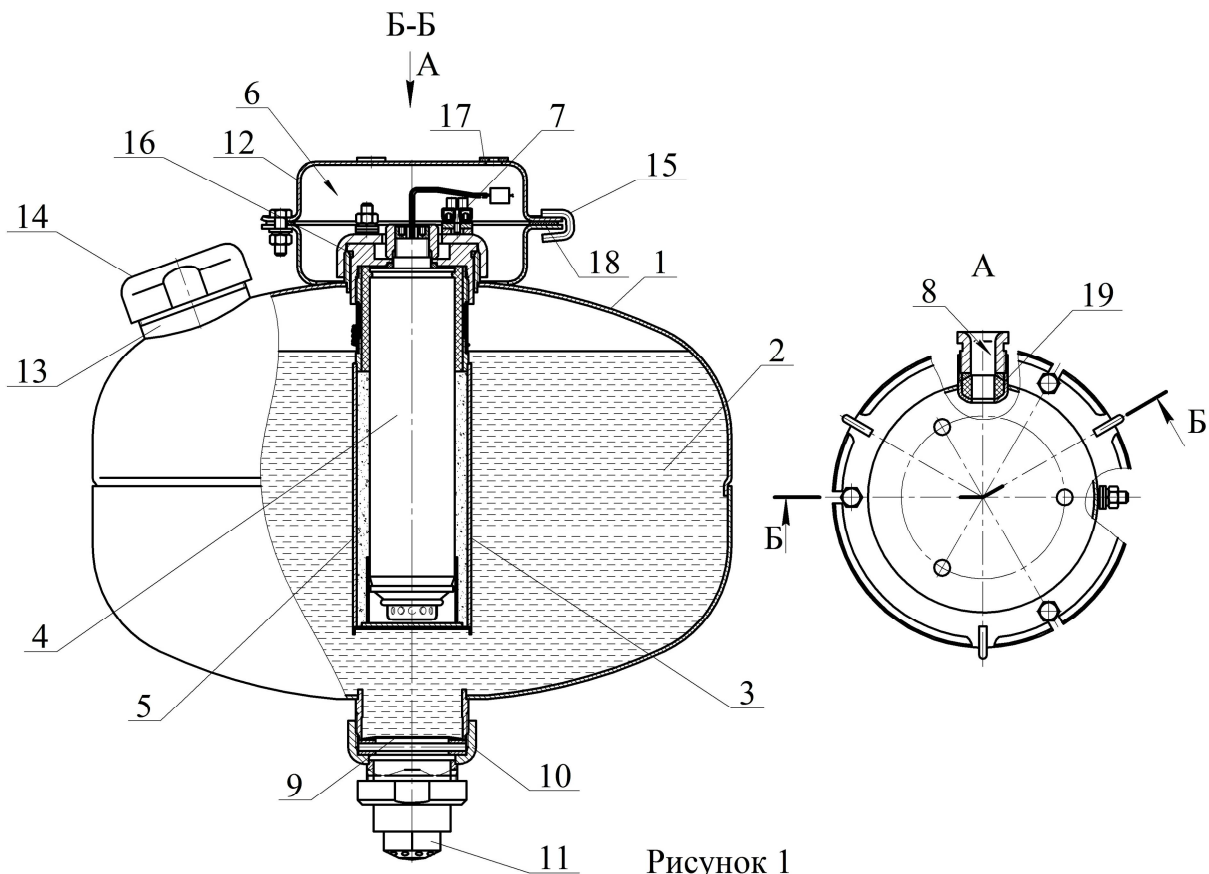

Рисунок 1
1.4.1.1 МУПТВ (см. рисунок 1) состоит из корпуса **1**, заправленного жидким ОТВ **2**, в котором размещено газогенерирующее устройство **3**. В герметичный корпус газогенерирующего устройства со степенью защиты IP68 установлен ИХГ **4** с элементом электропусковым. Зазор между ИХГ корпусом газогенерирующего устройства заполнен пористым искрогасящим материалом **5**.
2.1.3 Закрепить кронштейн **12** (см. рисунок 1) на потолке. Координаты отверстий в кронштейне приведены на рисунке 3.
2.1.5.1 Залить в отверстие верхней горловины **13** (см. рисунок 1) воды по ГОСТ 6709-72, СанПиН 2.1.4.1074-01 (температура воды должна быть плюс (15...25)°С) объемом $12,15^{+0,2}$ дм³. Открыть упаковку с жидкой добавкой к воде и залить ее в отверстие верхней горловины **13**. Установить в отверстие горловины предохранительный клапан **14**. Сверху закрутить гайку до упора.
2.1.6 Накрутить до упора насадок-распылитель **11** (см. рисунок 1).